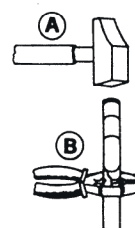

FIG. 3
c) inserire il puntale mandando in appoggio il corpo sull'asta (vedi fig. 3-A) e bloccarlo stringendo l'asta in corrispondenza delle gole (vedi fig. 3-B) con una pinza.